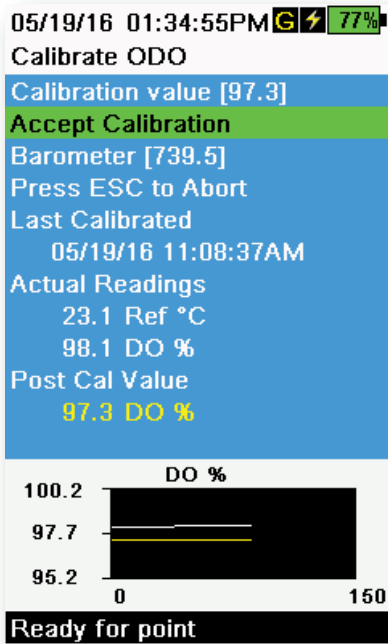

图 51 校准 ODO %
6. 观察实际测量读数是否稳定（图表上的白线 40 秒内没有明显变化），然后选择 **Accept Calibration (接受校准)**（图 51）。然后消息区域将显示“校准成功！”